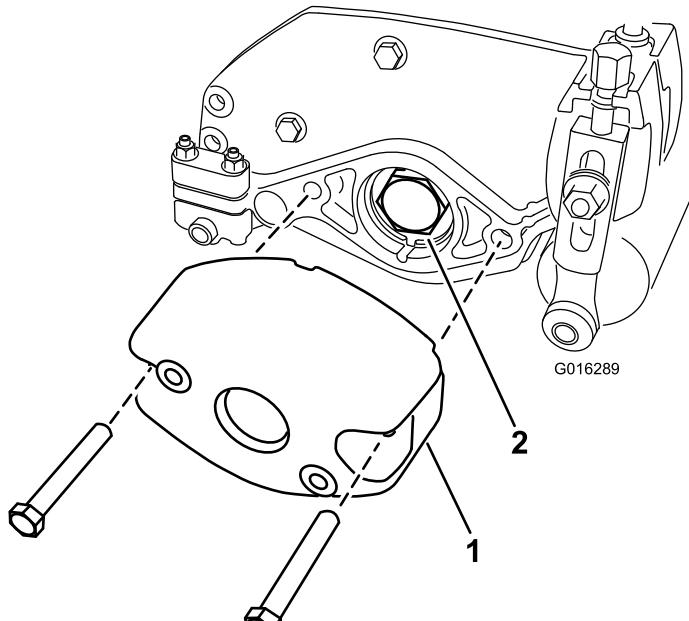

图2
- 5. 卸下将配重块固定至滚刀组右端的 2 个螺栓和螺母。拆下配重块 图2。
6. 从滚刀轴上卸下轴承螺母 图2。